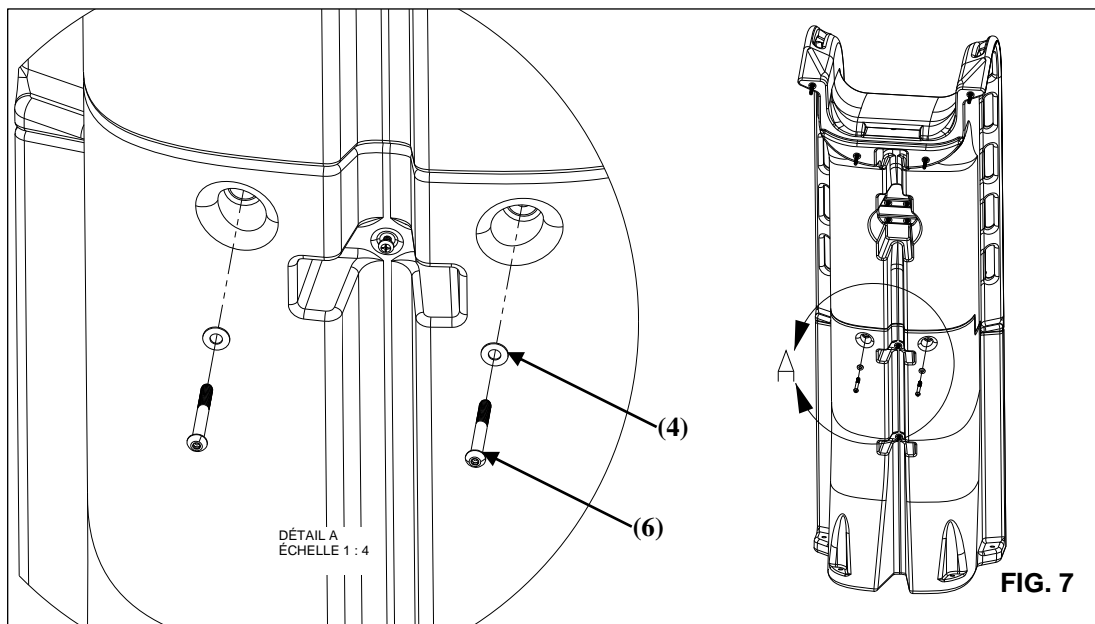

FIG. 7
6) Insérez les vis d'assemblage à tête ronde dans la partie arrière de l'échelle comme l'illustre la Figure 7. Serrez les vis à fond. Serrez à fond les vis installées à l'étape 7. **Remarque : assurez-vous d'appliquer un film d'antigrippant sur toutes les pièces de fixation pour éviter tout grippage.**